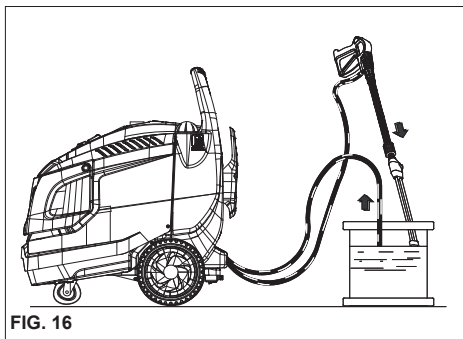

FIG. 16
**OPERAÇÕES PARA A UTILIZAÇÃO DE PRODUTO ANTICONGELAMENTO (fig. 16)**